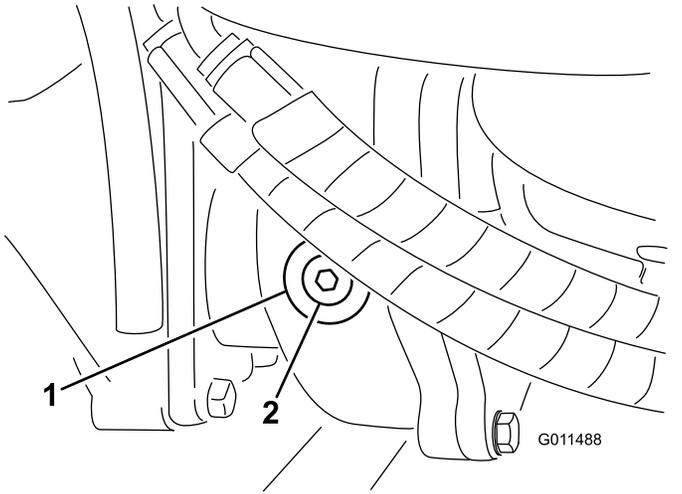

Рисунок 19
- Снимите пробку контрольного (заливного) отверстия с левой стороны редуктора и убедитесь, что масло доходит до нижнего края отверстия (Рисунок 19).